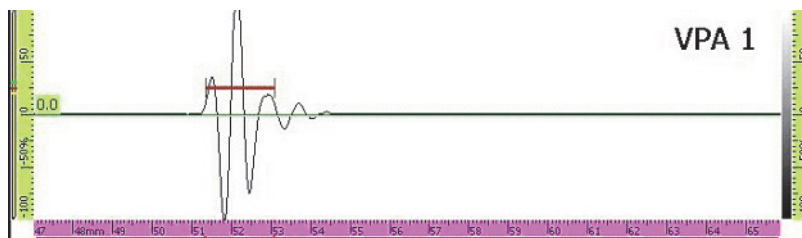

図 7-6 ボールの信号の上のゲート A
7. **開始位置**と**幅**パラメータボタンで、204 ページの図 7-6 のようにゲート A が信号をクロスするように設定します。